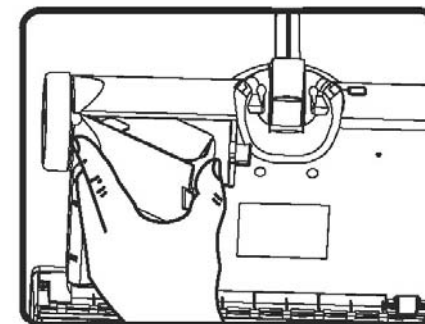

Fig. 18
3. Poussez sur l'onglet de verrouillage et tirez sur le bloc-pile (Fig. 18).